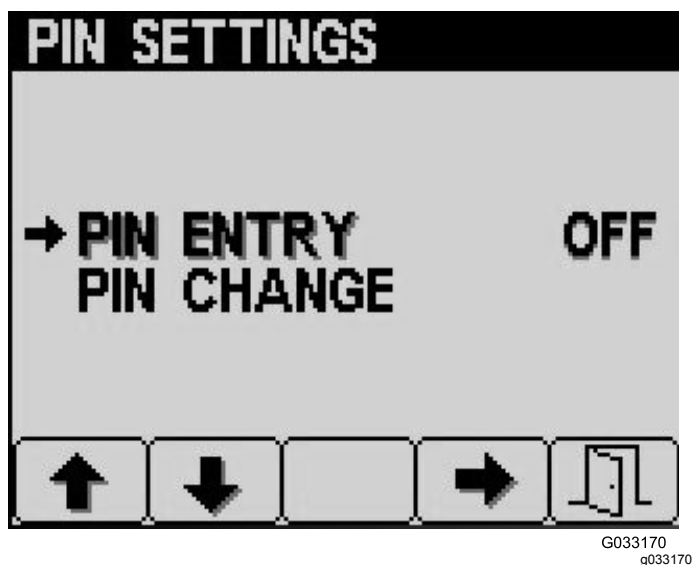

Figure 22
5. Dans l'écran PIN Settings (réglages code PIN), appuyez sur le bouton n° 4 pour sélectionner l'option PIN Entry (saisie du code PIN) (Figure 22).
5. Appuyez sur le bouton n° 2 pour accéder à l'option PIN Change (modification du code PIN) de l'écran PIN Settings (réglages du code PIN), puis appuyez sur le bouton n° 4 pour sélectionner l'option PIN Change (Figure 22).